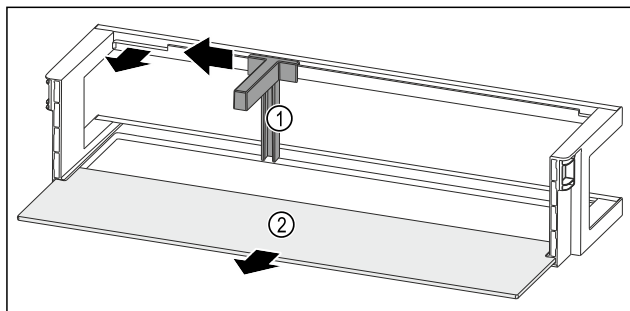

Fig. 203 Dørhylle med flaskeholder og oppstillingsplass
- Skyv flaskeholderen Fig. 203 (1) frem til fordypningen til side.
- Fjern flaskeholderen Fig. 203 (1).
- Fjern oppstillingsplassen Fig. 203 (2).